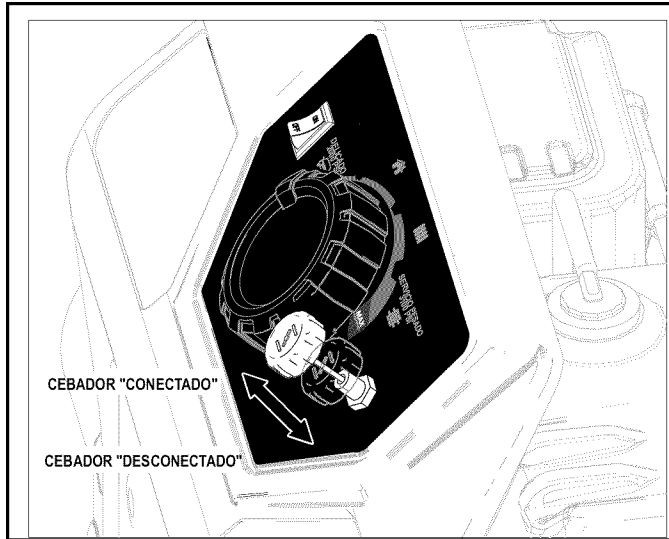

Figura 5-6. Perilla del cebador
7. Cuando arranque el motor, empuje lentamente la perilla del cebador a la posición de "OFF" a medida que el motor se calienta. Si el motor falla intermitentemente, tire de la perilla del cebador hacia fuera, luego empujela hacia adentro a la posición de "OFF"(Figura 5-6).